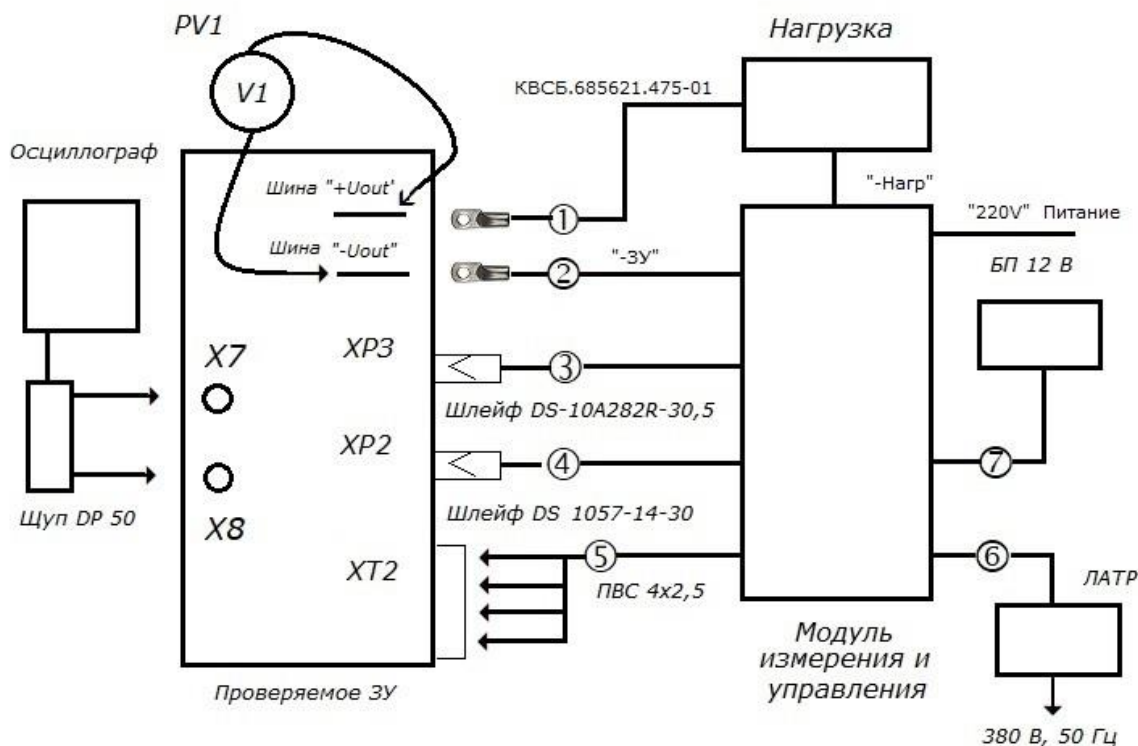

Рисунок 1 – Схема проверки ЗУ в сборе
4.1 Основой испытательной схемы служит блок измерения и управления ШБНИ.301122.037, к которому подключают (рисунок 1):
8.2 После этого подключают к соединителям $XP3$ и $XP2$ на плате преобразователя шлейфы (жгуты) 3 и 4, а к винтовым зажимам соединителя $XT2$ на плате фильтра - провода питания 380 В, 50 Гц (см. рисунок 1).
9.1 Перед проверкой ЗУ в режиме холостого хода собирают испытательную схему (см. рисунок 1 и п. 8 настоящей инструкции), но не подключают нагрузку на шины «+Uout» и «-Uout».